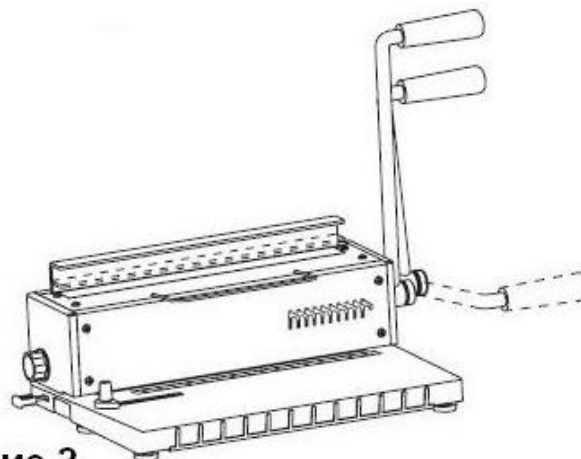

рис.2
- И.** Плавно опустите рычаг до предела. (смотрите рис.2)